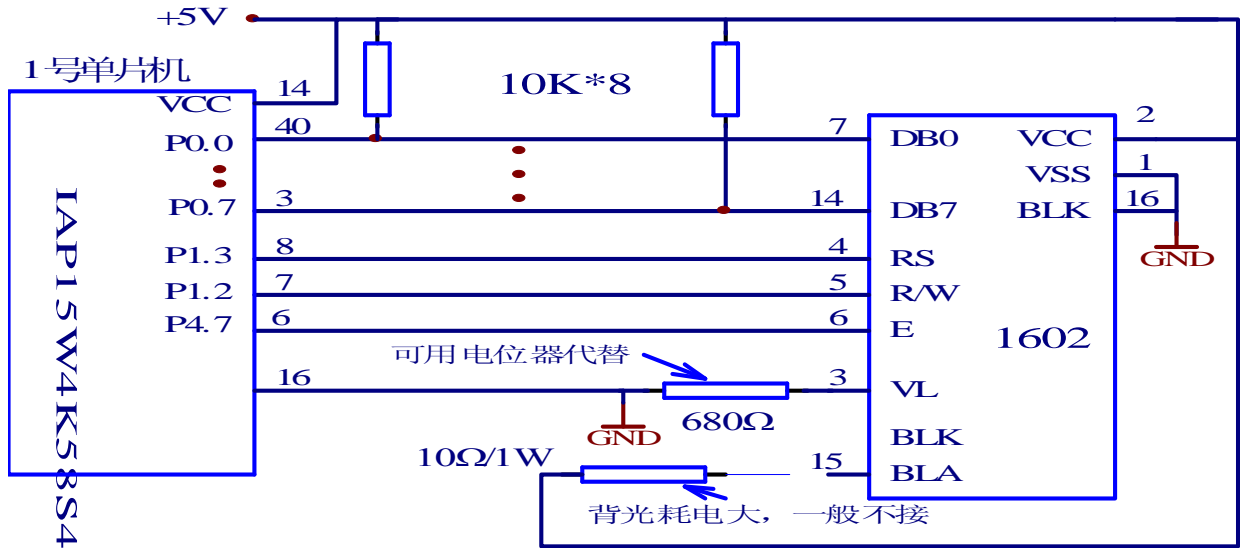

图 1-14 1 号单片机与 LCD1602 液晶显示器连接电路
11、1号单片机与 LCD1602 液晶显示器连接电路如图 1-14 所示，LCD1602 模块使用插针的方式直接插接到